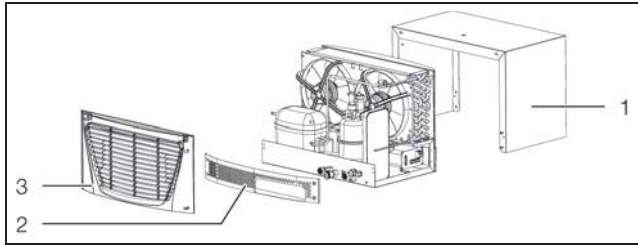

Imagen 40: Preparación para conexión PLC (3318.600, 3318.610 y 3319.600, 3319.610)
- Desmonte la rejilla (imagen 40, pos. 3) de la parte posterior del chiller.
- Desmonte el cinturón (imagen 40, pos. 2) y la caja (imagen 40, pos. 1).